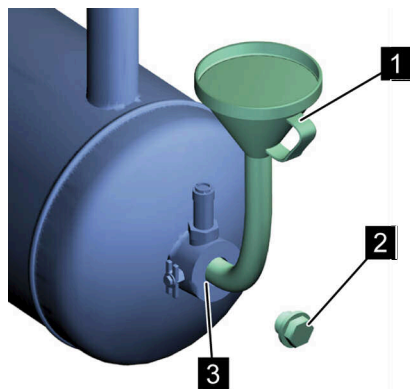

Рис. 36: Заливной штуцер
6. При помощи воронки (Рис. 36/1) залейте охлаждающую жидкость до заливной кромки заливного штуцера (Рис. 36/3).
8. Вставьте резьбовую пробку наливного отверстия (Рис. 36/2) и затяните ее \hookrightarrow Приложение В «Моменты затяжки винтов» на странице 133.